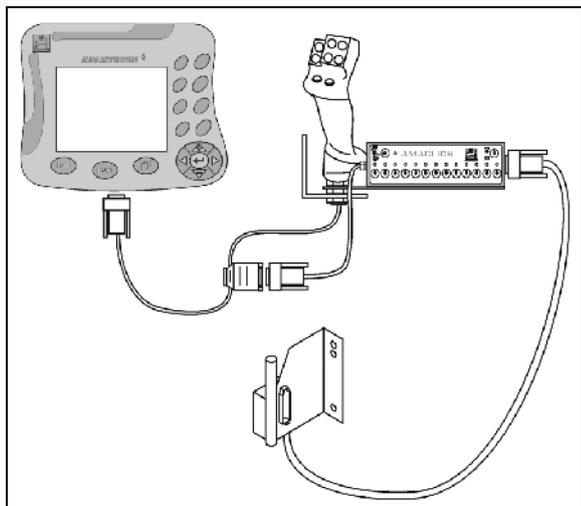

Fig. 133
- mit Multifunktionsgriff entsprechend Fig. 133.